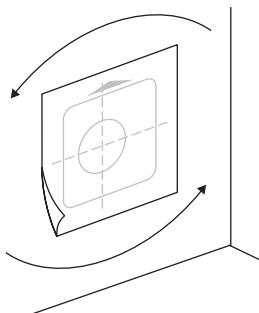

Рисунок 6.2.
- Сориентируйте шаблон для монтажа согласно выбранному типу размещения (рис. 6.2). Приложите шаблон для монтажа к стене и наметьте место для бурения канала воздуховода. Пробурите канал²³ воздуховода согласно требованиям, указанным на рисунке 6.3. Для предотвращения загрязнения отделки помещения при бурении используйте промышленный пылесос с водосборным кольцом.